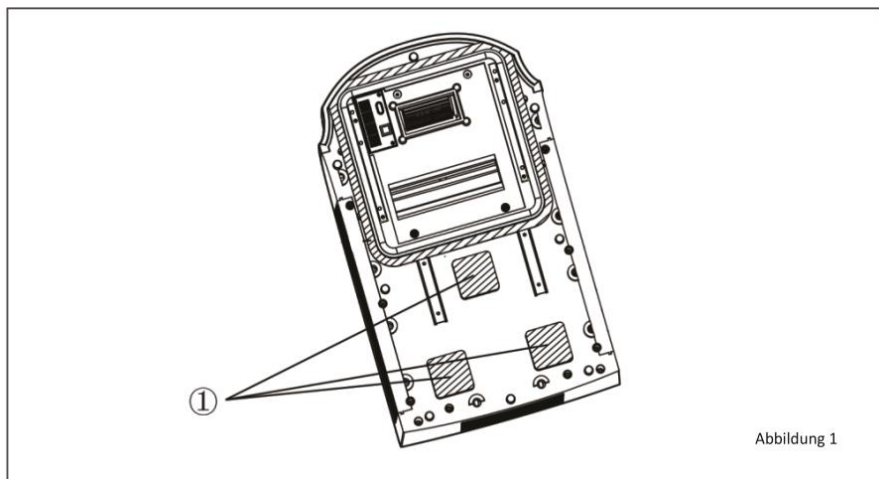

Abbildung 1
1. Reinigen Sie vor dem Anbringen des Dichtungsbandes und der Schwammstücke an der Unterseite des Außengeräts die entsprechenden Bereiche gemäß Abbildung 1.
2. Nehmen Sie das Dichtungsband und die Schwammstücke aus der Verpackung, ziehen Sie das Papier von der Klebefläche ab und positionieren Sie sie an den in Abbildung 1 gezeigten Stellen. Wenn das Dichtungsband beschädigt ist oder nicht an der richtigen Position haftet, müssen Sie es durch ein neues ersetzen und ordnungsgemäß anbringen.